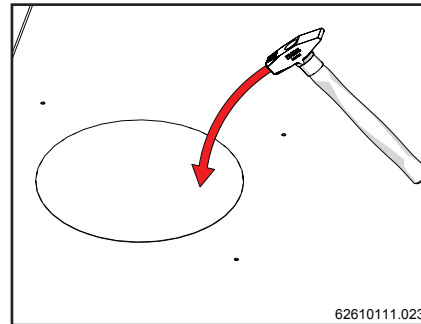
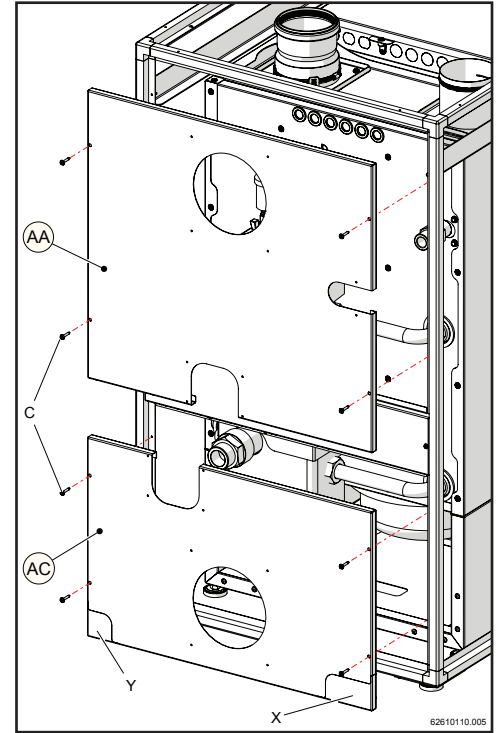

Figure 15-17
Figure 15-19
- 9.- Appliquer la couverture arrière (AA) et (AC) dans le sens indiqué par la figure 15-19 avec les vis "C"; retirer les disques prédécoupés présents sur les deux couvertures, comme représenté sur les figures 15-17 e 15-18. Il est possible retirer les feuilles prédécoupés "X" et "Y" de la couverture (AC) (fig. 15-19) pour le branchement électrique et de l'évacuation de la condensation produit par la chaudière; selon le type d'installation présent sur le lieu d'installation.